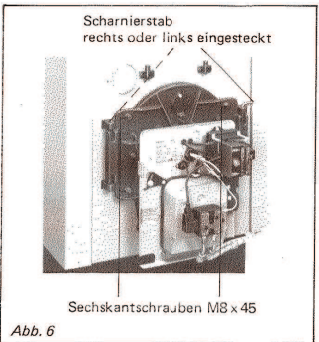

Abb. 6 Scharnierstab rechts oder links eingesteckt
- 11.0 Zum Aufklappen des Brennkammerverschlußdeckels muß der Scharnierstab eingesteckt sein (siehe Abb. 6).